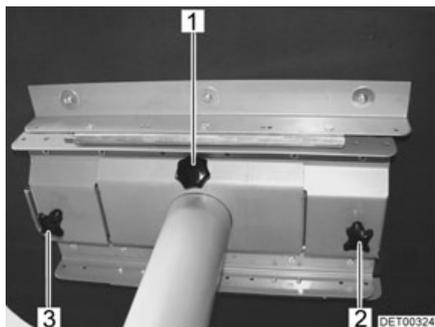

Fig. 87 Mesa fija (vista de abajo)
- Soltar los tornillos de fijación (Fig. 87,2 y 3).
- Desenroscar el tornillo de fijación (Fig. 87,1) completamente.
- Aflojar los tornillos moleteados (Fig. 87,2 y 3).